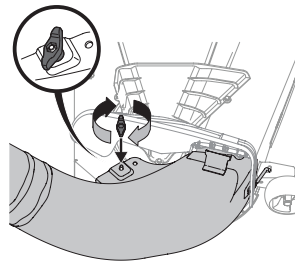

Figure 23
5. Fixez la botte au plateau de coupe au moyen du bouton à ailettes (720-04122) inclus dans la trousse de dispositif d'ensilage 689-01419. Consultez la Figure 23.